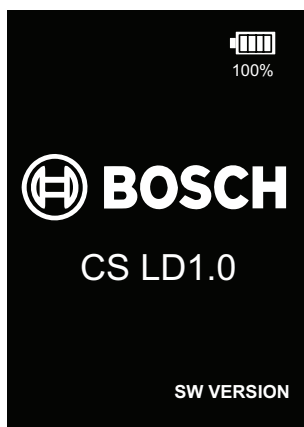

Fig. 22: Pantalla de encendido
- ! Desconecte el cable de carga inmediatamente si la pantalla muestra el siguiente mensaje (consulte la Fig. 22). Si no desconecta y detiene la carga cuando aparezca esta advertencia, podría producirse un incendio, una explosión y daños o lesiones graves.